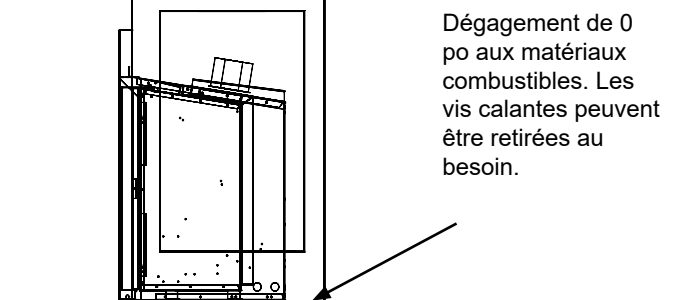

Figure 9.1.02: Retrait du plancher en métal
Le plancher en métal (J) peut être retiré pour donner l'espace additionnel nécessaire à l'installation de l'encastrable, pourvu que cela ne compromette pas l'intégrité structurelle du foyer existant (Voir **Figure 9.1.02**).